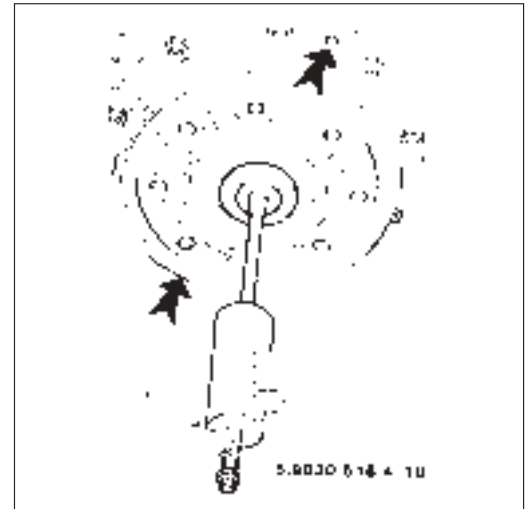

Fig. 9 - Dépose du flasque du moyeu à l'aide de l'outil SAT réf. 5.9030.618.4/10.
- Appliquer l'extracteur 5.9030.618.4/10 et déposer la frette de maintien (voir fig. 9).
- Visser deux vis dans les positions indiquées par les flèches (voir fig. 9) et désaccoupler le moyeu du réducteur épicycloïdal.